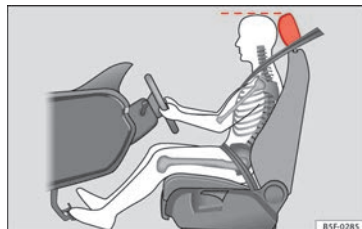

Fig. 47 Corretto posizionamento del poggiatesta del conducente.
- Regolare il poggiatesta portando il suo bordo superiore alla stessa altezza della parte superiore della testa ►► **fig. 47.**